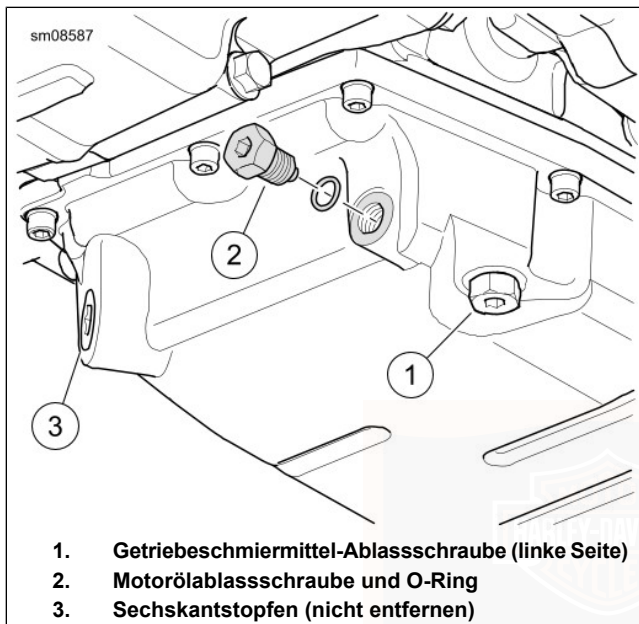

Abbildung 39. Ölwanne
- 3. Siehe Abbildung 39. Die Ölablassschraube (2) und den O-Ring entfernen. Das Öl vollständig ablaufen lassen.